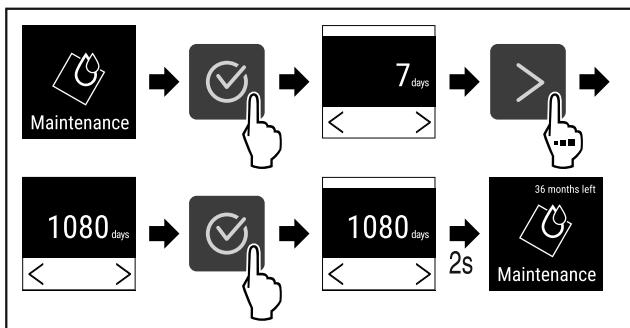

Fig. 68
- Провести етапи операцій (див. Fig. 68).